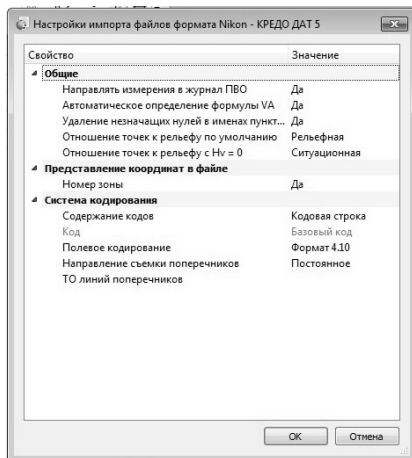

Рис. 8 Настройки импорта
*Раздел **Общие** (рис. 8)*
- Нажав кнопку **Настройка** в открывшемся окне **Настройка модуля импорта Nikon**, выполните настройку параметров импорта согласно рис. 8.